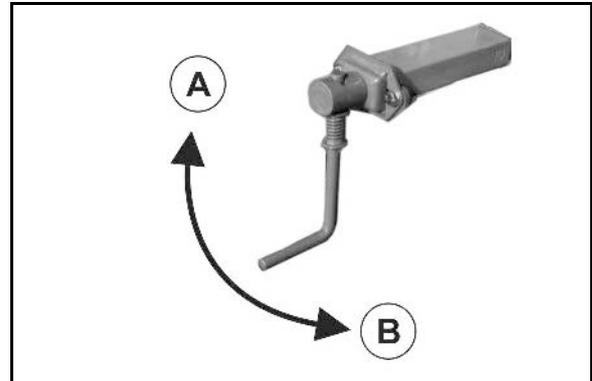

Fig. 19
- le servo-moteur (Fig. 19 / 1) règle le levier de réglage du boîtier (Fig. 19 / 2) (en option).